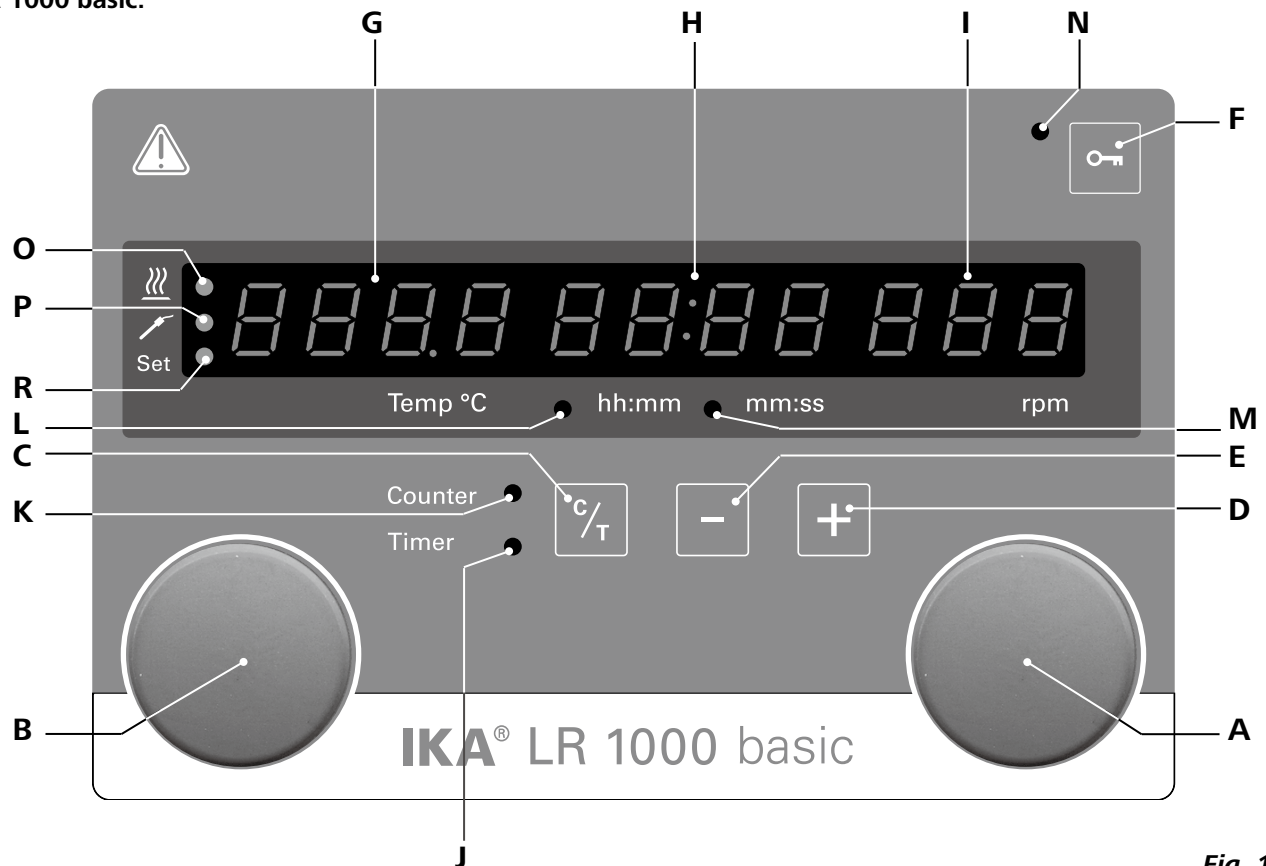

Fig. 11
ダイヤルノブ (A) を回して押すと速度値を調整し、右側のダイヤルノブ (A, Fig. 11 参照) を押すと攪拌機能を作動させることができます。
ダイヤルノブ (B) を押すと温度値を調整し、左側のダイヤルノブ (B, Fig. 11 参照) を押すと加熱機能を作動させることができます。
左側のダイヤルノブ (B) を押すと加熱機能を開始あるいは停止することができます。しばらくすると、設定温度値と実際の温度値が画面上 (G, 図11参照) に交互に表示されます。設定温度値が表示されると、LED (R, 図11参照) が点灯します。加熱温度値は、左側のダイヤルノブ (B) を回して調整することができます。
加熱機能が起動すると同時にカウンターが自動的に開始されます。カウンターは4桁の数字で表示されます。作動時間が1時間未満の場合、分/秒(mm:ss)モードでカウンターが起動し、そしてLED (M、図11参照) が点灯します。
作動時間が1時間以上の場合、表示形式は分/秒から時間/分(hh:mm)へと変わります。LED (L、図11参照) が点灯してその状態を示します。
時間(+)ボタン(D、図11参照)または時間(-)ボタン(D、図11参照)を使用して加熱時間を調整することができます。もしタイマー値を1時間以上に設定した場合は、表示が分/秒(mm:ss)モードからの時間/分(hh:mm)モードへと切り替えられ、LED (L) は点灯します。設定可能な最大タイマー値は99:59(hh:mm)になります。
「カウンター」機能では、カウンター/タイマーキーを押すと「タイマー」機能に切り替えることができます(C、図11参照)。タイマーLED (J、図11参照) で「タイマー」機能の作動状態を確認することができます。
再度カウンター/タイマーキー(C)を押すと「カウンター」機能が作動し、カウンターLED (K、図11参照) が点灯します。